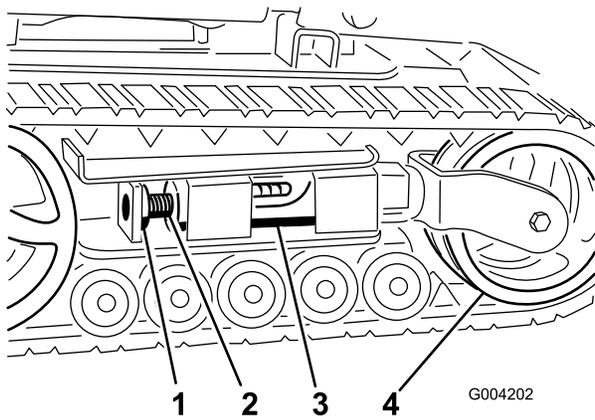
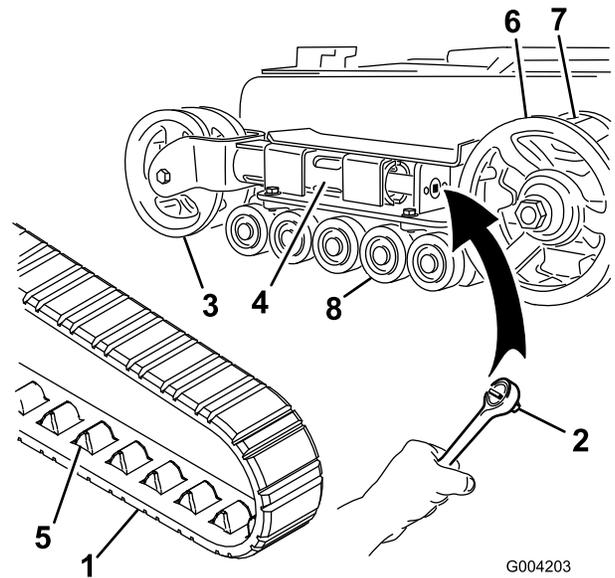

Bild 47
Bild 48
4. Entfernen Sie die Befestigungsschraube und Mutter (Bild 47).
6. Richten Sie die am nächsten liegende Kerbe in der Spannschraube mit dem Loch der Befestigungsschraube aus und befestigen Sie die Schraube mit der Befestigungsschraube und Mutter (Bild 47).
6. Drücken Sie das Spannrاد zur Rückseite der Maschine, um den Druckschlauch gegen den Rahmen zu bewegen (Bild 48).
8. Wenn Sie die Kette vom Spannrاد entfernt haben, entfernen Sie sie auch vom Antriebsrad und den Straßenrädern (Bild 48).
9. Legen Sie die neue Kette, beginnend beim Antriebsrad, um das Rad und stellen Sie sicher, dass die Stollen an der Kette zwischen die Zahnräder am Kettenrad passen (Bild 48).
10. Drücken Sie die Kette unter und zwischen die Straßenrädern (Bild 48).
Hinweis: Sie haben Schmalspurketten, wenn die vorderen Spannräder an der Innenseite einer Gabel am Ende des Spannungsrohrs montiert sind (Bild 48).
5. Lösen Sie die Antriebsspannung mit einer Ratsche (1/2"), indem Sie die Spannschraube nach rechts drehen (Bild 47 und Bild 48).
6. Setzen Sie die eingefettete Straßenradkappe auf den Schraubenkopf (**Bild 48**).
7. Befestigen Sie die Straßenradkappe mit dem Sprengring (**Bild 48**).